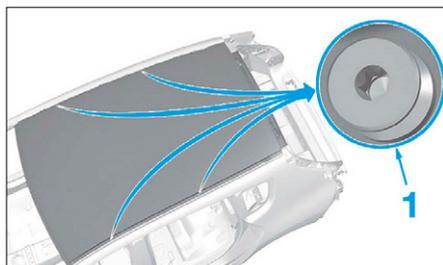

FIG. 125
- Ajuster et positionner le pavillon à l'aide des fixations de barres de toit (1) (Fig.125).